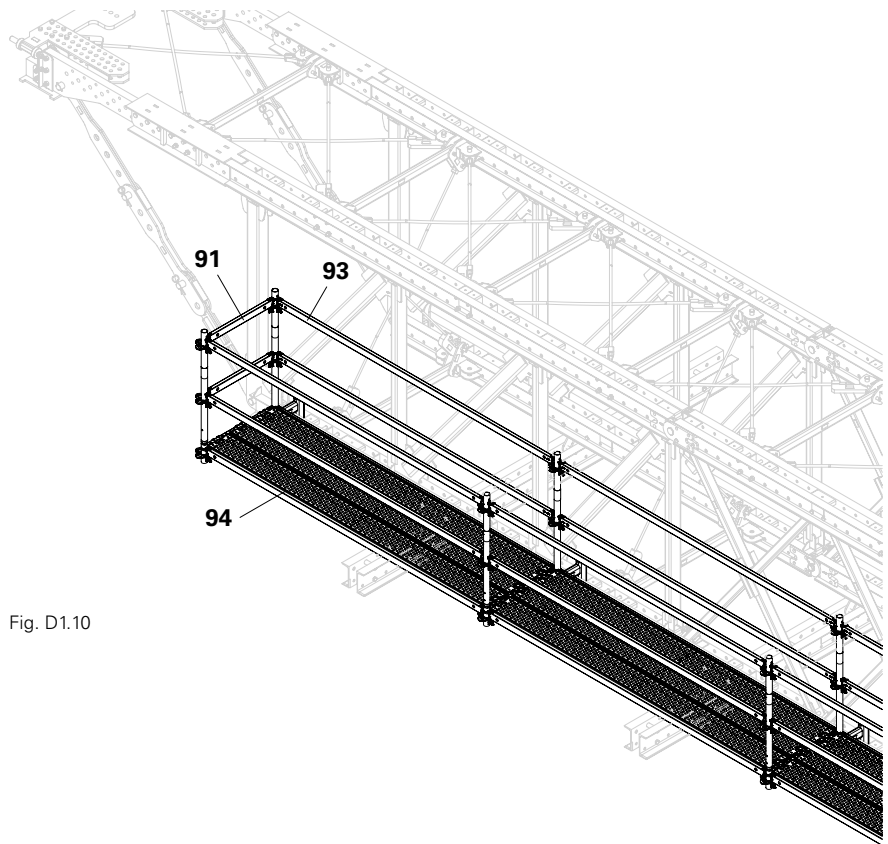

Fig. D1.10
5. Posare tre impalcati in acciaio (94) nella campata.
6. Agganciare gli altri correnti orizzontali (91) e (93) come parapetti ai lati esterni nelle rosette dei montanti di testa (90) e (95).
- (Fig. D1.10)